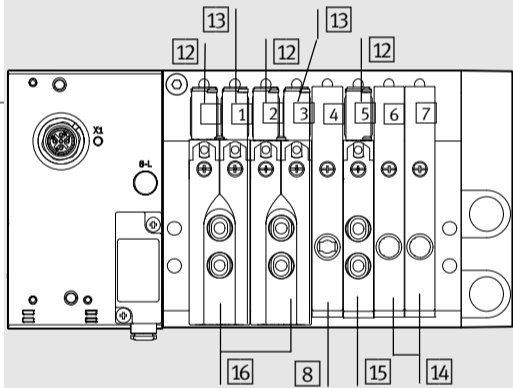

Рис. 2
4 Назначение адресов распределителей (Рис. 2)
С помощью VTUB-12-V можно управлять максимум 35 электромагнитными катушками. На Рис. 2 приведен пример назначения адресов пневмоострова с 8 позициями распределителей (вид сверху):
- Адреса присваиваются непрерывно по восходящей слева направо (→ Рис. 2).